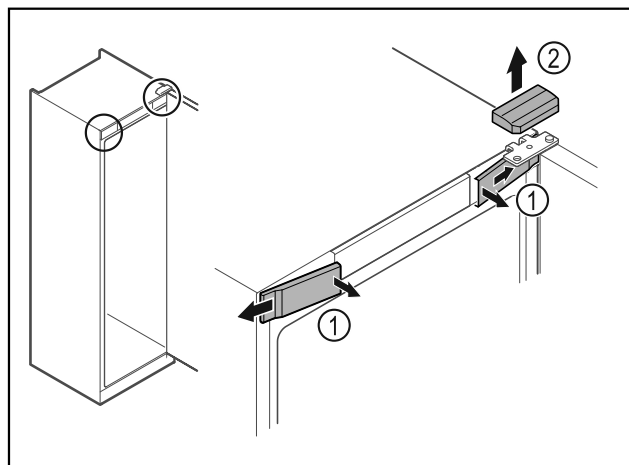

Fig. 17
- ▶ Передние крышки Fig. 17 (1) освободите от фиксации с внутренней стороны и отведите в сторону.
- ▶ Движением вверх снимите верхнюю крышку Fig. 17 (2).